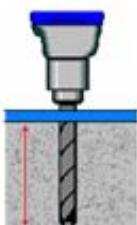

Fig. 3
1. Boor de ankergaten in de grond met de boorhamer voor de expansiebouten. Zorg ervoor om perfect verticaal te boren (**fig. 3**).